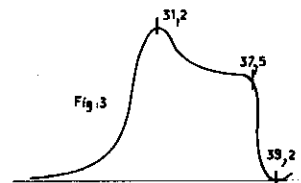

Fig. 3
- Visser 229 pour amener le marqueur 39,2 au pied de la courbe (fig. 3).
- Visser 226 pour amener le marqueur 31,2 au sommet de la courbe (fig. 3).